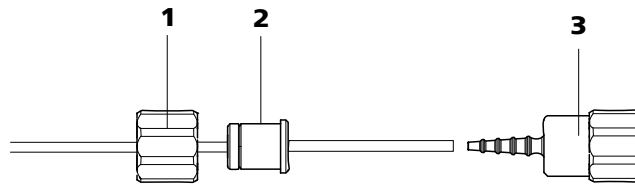

Abbildung 27 Pumpschlauch-Verbindung ohne Filter installieren
- **Fall B:** eine Pumpschlauch-Verbindung **ohne Filter** (6.2744.160) (siehe Abbildung 27, Seite 50) anschliessen.